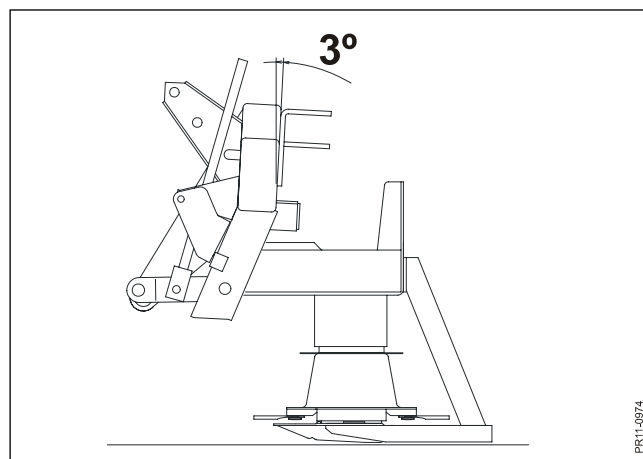

Fig. 3-10
- Fig. 3-10** Stubhøjden kan øges ved at kipe maskinen op til 3° bagover, hvilket svarer til at knivbjælken kører helt vandret henover jorden.